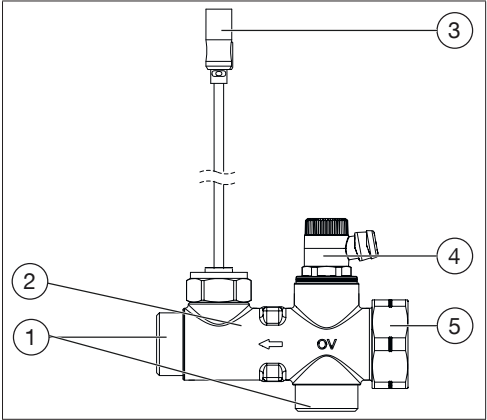

Fig. 1: Configuration
4. Desserrer les écrous de serrage (voir Fig. 1 (1)) du capteur de débit et le démonter de la tuyauterie.
S'il existe un module de bouclage d'E.C.S., retirer le capuchon (voir Fig. 1 (5)).
6. Placer les joints fournis dans les écrous de serrage (voir Fig. 1 (1)) et serrer ces derniers. (Couple 45 Nm).